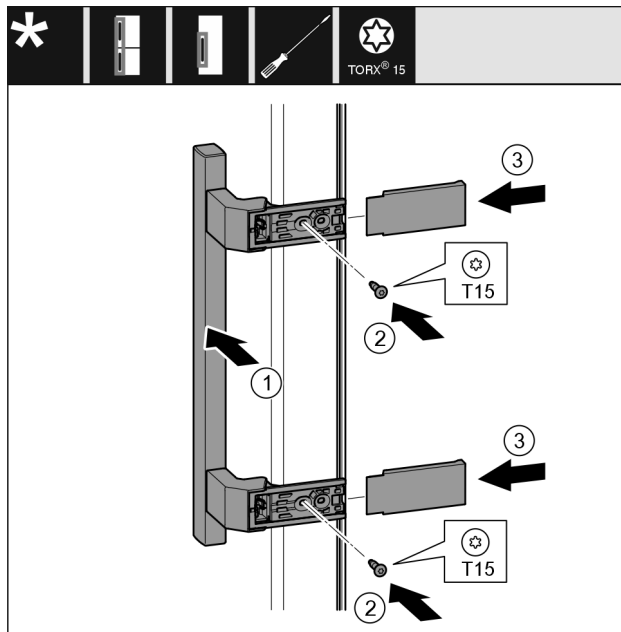

Fig. 23
- ▶ Установите ручку Fig. 23 (1) на противоположной стороне.
- ▶ Затяните винты Fig. 23 (2) отверткой.
- ▶ Установите крышки Fig. 23 (3) сбоку и надвиньте их.